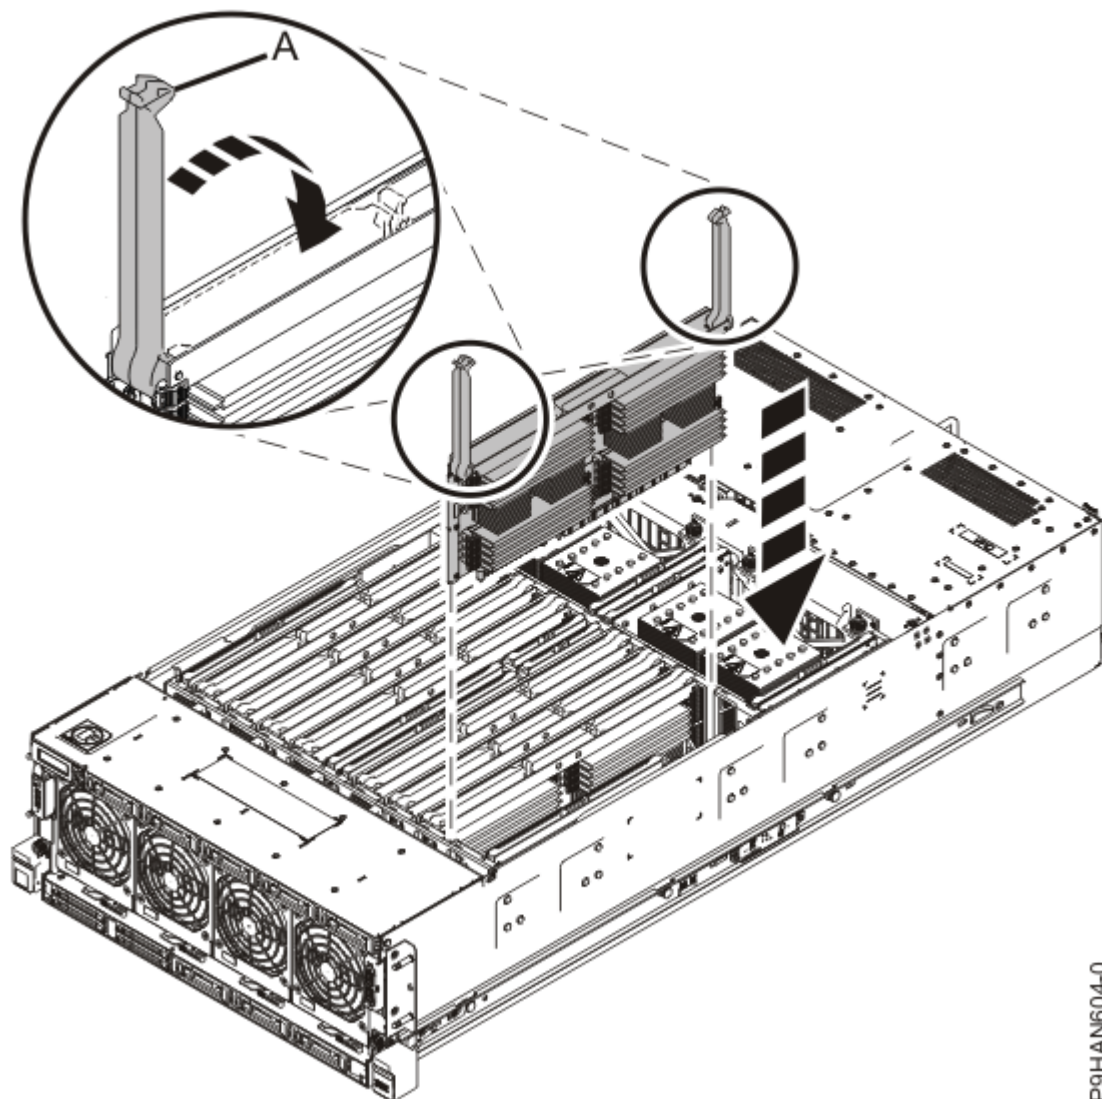

Figura 21. Inserindo um riser de memória
- a) Assegure-se de que as travas de liberação (**A**) estejam totalmente abertas em um ângulo de 90 graus, como mostrado na Figura 21 na página 22.